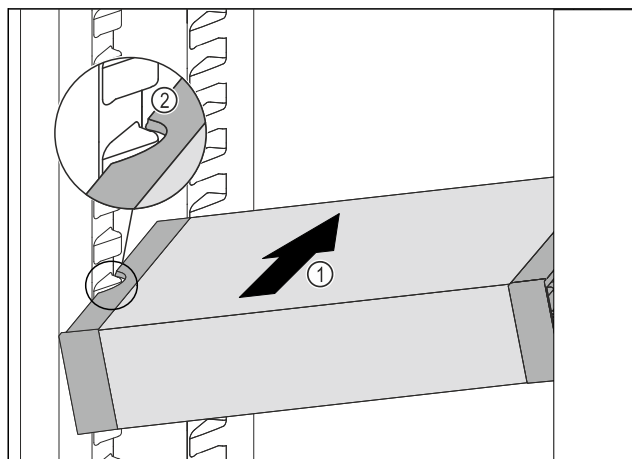

Fig. 127
- 将 VarioSafe 斜插入冷藏区中 Fig. 127 (1)，直至 VarioSafe 的侧部凹槽 Fig. 127 (2) 与冷藏区中的容器肋梁持平。